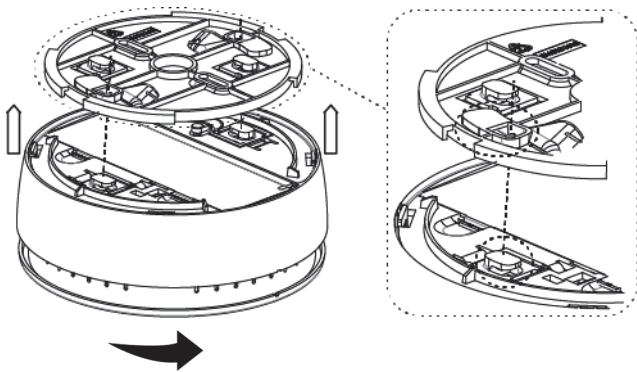

Figure 5
6. Pour fixer la sirène au support de montage, alignez la base sur le support, insérez complètement les crochets de la base dans les cavités du support, puis faites pivoter la sirène dans le sens de la flèche pour la fixer (reportez-vous à la Figure 5).